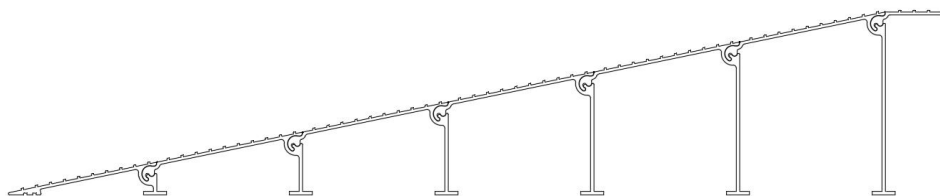

FIG.1
- (1) Använd handskar för att skydda händerna innan installationen påbörjas.
- (2) Välj en lämplig installationsplats och se till att marken är jämn och fast.
- (3) Rikta in och sammanfoga varje sektion av rampen tills alla delar är jämna.
- (4) Börja med 2,5 cm-förlängningen och montera tröskelförlängningarna i den ordning som visas (FIG. 1) tills den slutliga höjden är uppnådd. För ihop tröskelförlängningarna i en vinkel på ungefär 45° och rotera dem sedan på plats efter att glödlampan har fästs i skåran .